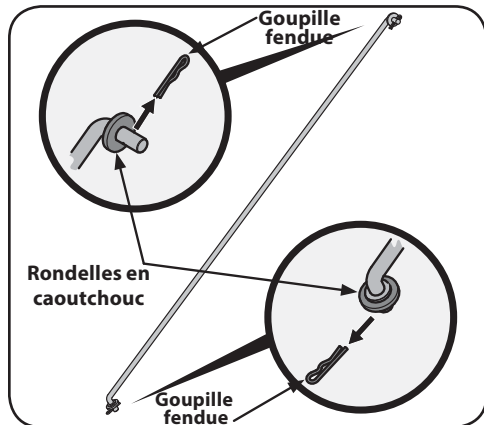

Figure 3-6
2. Retirez les goupilles fendues de la tige, mais laissez les rondelles en caoutchouc. Voir Figure 3-6.